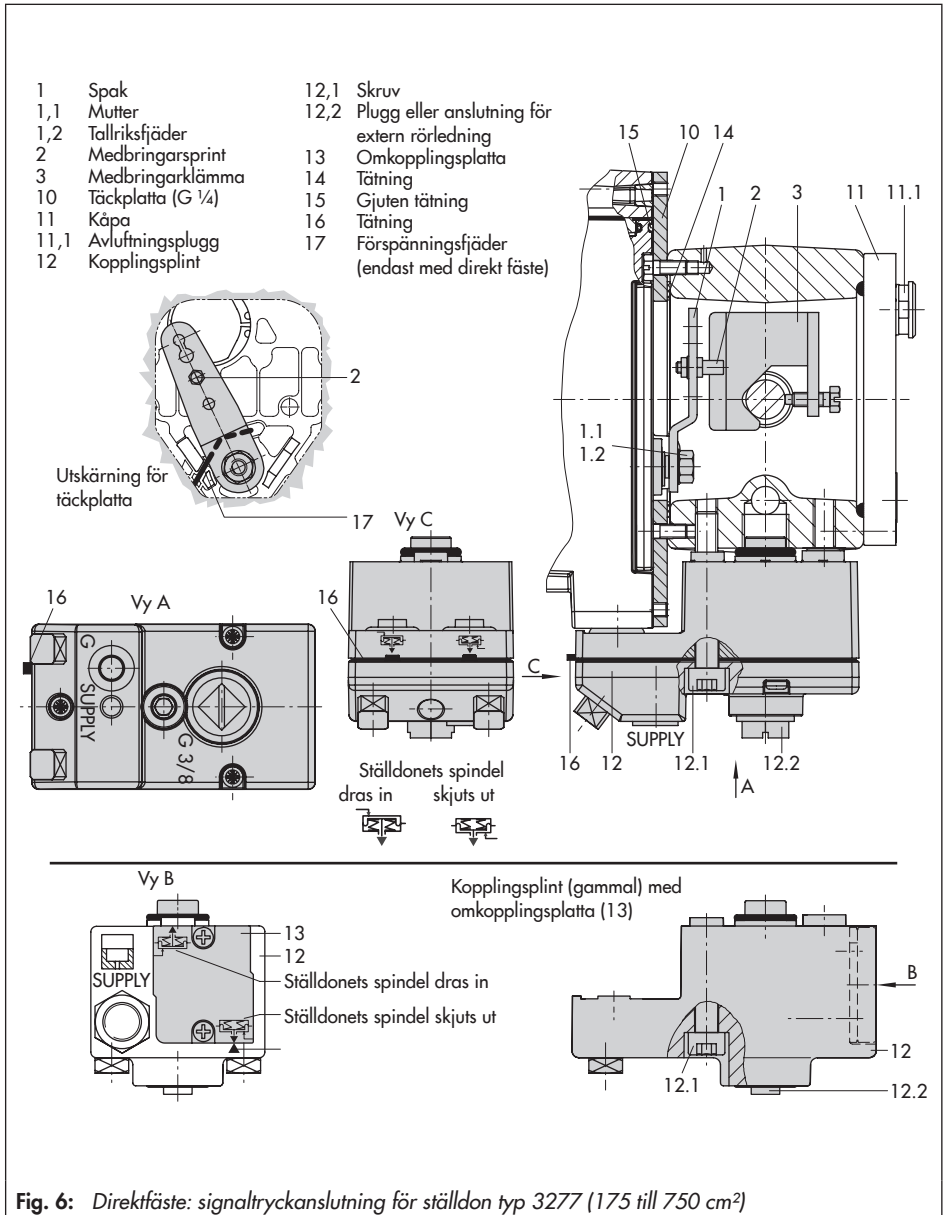

Fig. 6: Direktfäste: signaltryckanslutning för ställdon typ 3277 (175 till 750 cm²)
Montera lägesställaren på oket som visas i Fig. 6. Signaltrycket leds till ställdonet över anslutningsblocket (12), invändigt genom ett hål i ventiloket för ställdon med felsäker verkan "ställdonets spindel skjuts ut" och genom ett externt rör för "ställdonets spindel dras".
1. Placera medbringarklämman (3) på ställdonets spindel, rikta in den och skruva åt så att monteringskruven är placerad i spåret på ställdonets spindel.
2. Montera täckplåten (10) med den smala sidan av urtaget (Fig. 6, till vänster) vänd mot signaltryckanslutningen. Se till att packningen (14) pekar mot ställdonets ok.
3. **Ställdon (355, 700 och 750 cm²):** Ta bort medbringarsprinten(2) från sprintläge 35 på M-spaken (1), sätt tillbaka den i hålet för sprintläge 50 och skruva åt.
4. **Ställdon (175 till 35 cm²) med 15 mm slag:** medbringarsprinten (2) förblir i sprintposition (levererat tillstånd).
4. Sätt in den gjutna tätningen (15) i spåret på lägesställarens hölje, tryck de fyra låsringarna över höljets skruvar och båda beslagen i skåpets urtag.
5. Trä förspänningsfjäders (17) genom tvärstycket under spaken (1) och tryck in den i hålet i höljet. Tryck på spaken (1) tills den hakas fast på plats. Placera lägesställaren på täckplåten (10) med de tre fästskruvarna. Kontrollera om medbringarsprinten (2) vilar ovanpå medbringarklämman (3). Spaken (1) måste vila på medbringarklämman med fjäderkraft.
6. Kontrollera att spetsen på packningen (16) som sticker ut från kopplingsplintens sida är placerad enligt ställdonets symbol för ställdonets felsäkra drift, "ställdonets spindel sträcks ut" eller "ställdonets spindel dras in". Om så inte är fallet, skruva loss de tre fästskruvarna och lyft av kåpan. Vrid packningen (16) 180° och sätt in den igen. Den gamla versionen av anslutningsblock (Fig. 6, botten) kräver att omkopplingsplattan (13) vrids för att ställa in ställdonets symbol i linje med pilmarkeringen.